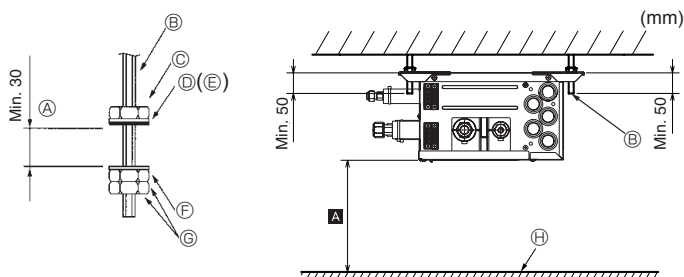

Fig. 6-1
- (2) Monter skiver og møtrikker (①, ②, anskaffes lokalt) på ophængningsboltene. (Fig. 6-1)
- (3) Hæng enheden op på ophængningsboltene.
- (4) Stram møtrikkerne helt (kontroller loftshøjden).
- (5) Brug et vaterpas til at sikre, at forgreningsdåsen er vandret.
- ① Når enheden er ophængt og møtrikkerne strammet.
- ② Ophængningsbolt
- ③ Møtrik
- ④ Skive (med stødpude) ①
- ⑤ Sørg for, at stødpuden vender nedad
- ⑥ Skive (uden stødpude) ②
- ⑦ Møtrik (anskaffes lokalt)